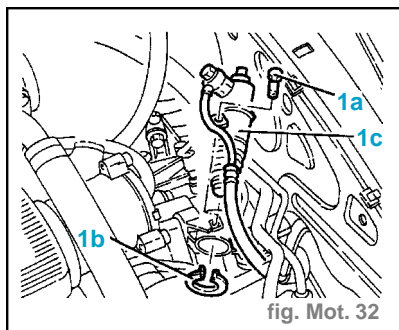

fig. Mot. 32
- Déconnecter le raccord électrique (2) de l'interrupteur des feux de recul.
- Déconnecter le raccord électrique (3) du capteur de la température du moteur.
- Déconnecter le raccord électrique (4) du transmetteur combiné pour thermomètre et voyant de la température de l'eau du moteur.
- Déconnecter du thermostat le tuyau (5) de refoulement du liquide de refroidissement au réchauffeur du système de la climatisation.
- Déconnecter du tube rigide (6) d'entrée du liquide de refroidissement à la pompe le tuyau de retour du réchauffeur du système de la climatisation.
- Dévisser la vis (1a), déposer l'anneau ressort (1b), puis enlever le cylindre opérateur (1c) y compris la tuyauterie et le déplacer latéralement. (fig. Mot. 32)